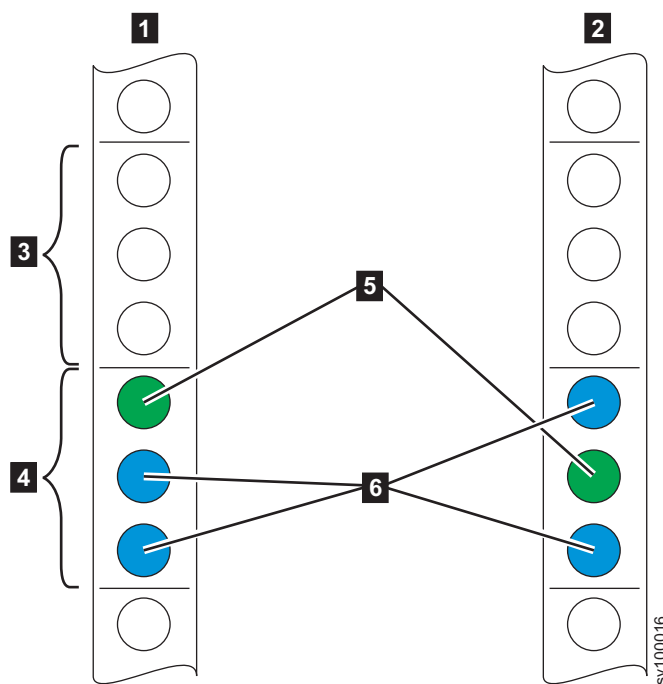

Рисунок 21. Определение отсека в стойке
2. Выберите в стойке отсек высотой 2U (в зависимости от устанавливаемого узла) для установки узла (см. рис. 21).